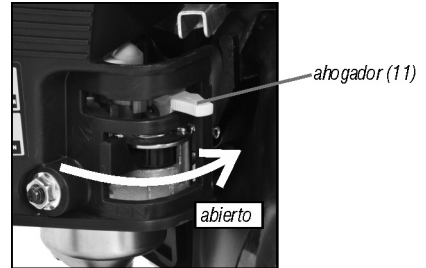

Fig. 23 – Retornando el ahogador para la posición abierto
- i. Después que el motor entre en calor, ponga el ahogador lentamente para la posición abierto (fig. 23);